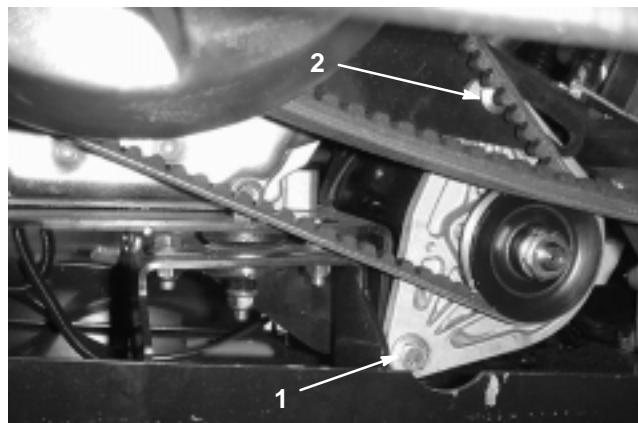

Figure 38
2. Desserrez le boulon pivot de l'alternateur du démarreur (Fig. 38).
3. Cincez un levier entre le support moteur et le démarreur. Desserrez l'écrou sur le boulon de réglage (Fig. 38).
5. Serrez l'écrou du boulon de réglage et enlevez le levier. Serrez le boulon pivot de l'alternateur du démarreur (Fig. 38).